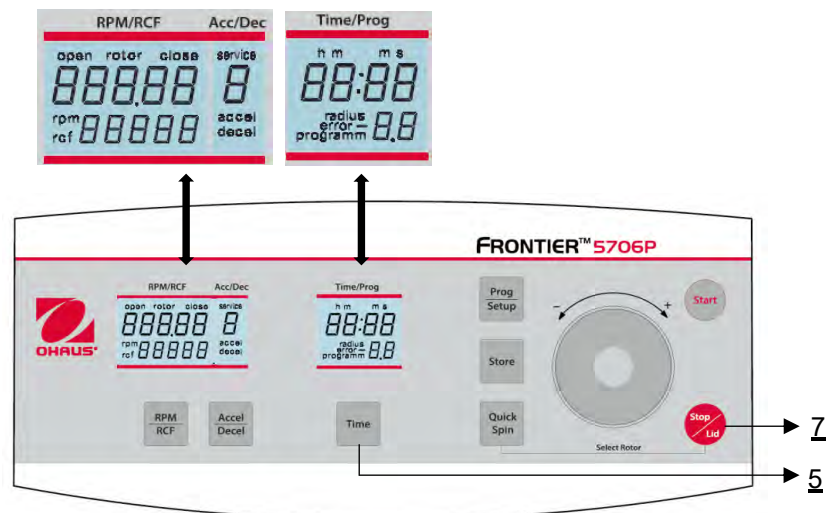

Figure 28
Ouvrir le couvercle de la centrifugeuse et couper l'interrupteur principal. Rallumer ensuite l'interrupteur principal. Pendant environ 3 secondes, l'écran affiche "5706P" ainsi que la version actuelle du logiciel. Pendant ce temps, appuyez simultanément sur les touches "Time" (5) et "Stop/Lid" (7). Un test d'affichage est alors effectué pendant environ 3 secondes. Tous les indicateurs s'affichent en même temps (voir figure 28).